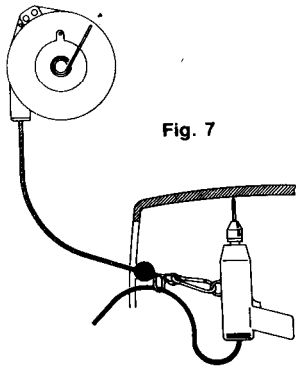

Fig. 8
- Med tilstrekkelig kabel ute av balansetaljen aktiveres innretningen for blokkering av tilbakespolingen ved en sakte tilbaketrekking av kabelen, som gjør at en sperre E klikker inn i huset C på grunn av tyngdekraften (Fig. 8).
- Com cabo suficiente fora do equilibrador, o dispositivo de bloqueio de rebobinagem é activado por uma retracção lenta de uma secção curta de cabo, fazendo um roquete E encaixar no alojamento C pela força da gravidade (Fig 8).